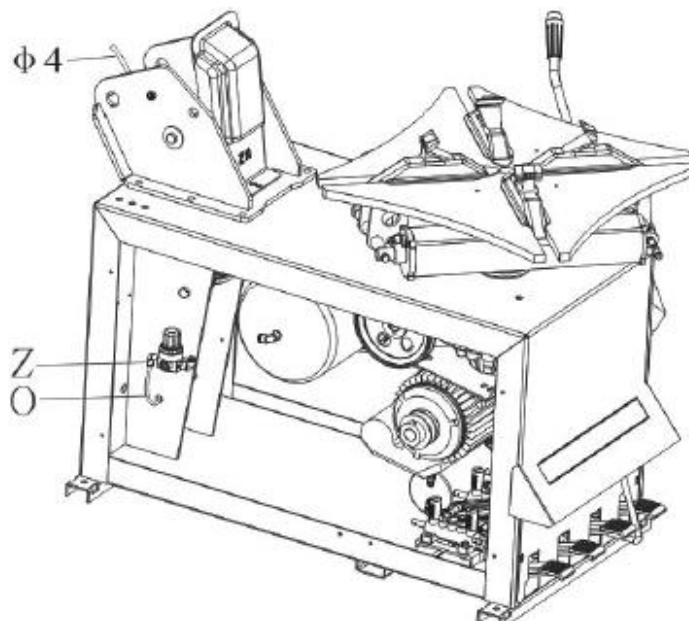

Abb. 8
- Neigen Sie die Säule und führen Sie den Schlauch $\text{Ø}4$ M durch das Loch O in das Gehäuse N (Abb. 8).
- Verbinden Sie den Schlauch in der Säule: Wie in Abb. 8 zu sehen, verbinden Sie das Schlauch O $\text{Ø}4$ an den Druckregulator Z.